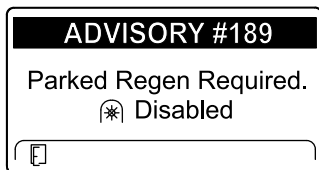

Figura 57
- Si no se realiza la regeneración con la máquina aparcada en un plazo de 2 horas, el InfoCenter muestra ADVISORY #189 (Aviso n.º 189) solicitando la regeneración con la máquina aparcada e indicando la desactivación de la toma de fuerza (Figura 57).